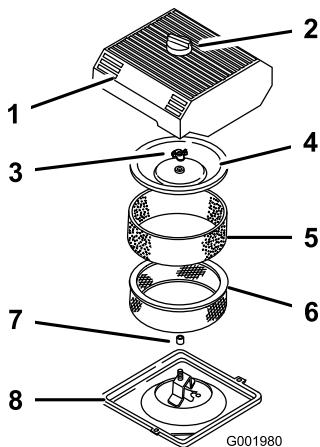

Figure 34
3. Nettoyez la surface autour du filtre à air pour éviter que des impuretés n'endommagent le moteur en tombant à l'intérieur (Figure 34).
4. Desserrez le bouton sur le couvercle du filtre à air et déposez le couvercle (Figure 34).
5. Sortez délicatement l'élément en mousse de l'élément en papier (Figure 34).
6. Dévissez l'écrou du couvercle et enlevez le couvercle et l'élément en papier (Figure 34).
1. Glissez délicatement l'élément en mousse sur l'élément en papier (Figure 34).
3. Vissez l'écrou à la main contre le couvercle (Figure 34).
4. Remettez en place le couvercle du filtre à air et le bouton (Figure 34).